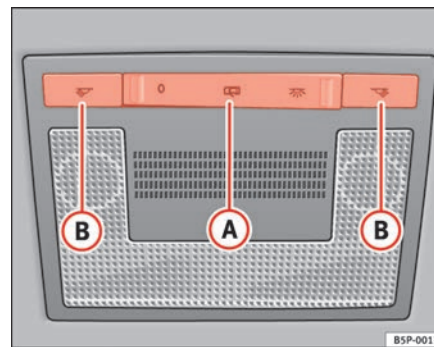

Abb. 80 Ausschnitt aus Dachhimmel: Innenleuchte vorne
Mit dem Schalter ⇒ Abb. 80 (A) können Sie folgende Positionen wählen:
Drücken Sie den Schalter auf die Position 0 ⇒ Seite 120, Abb. 80.